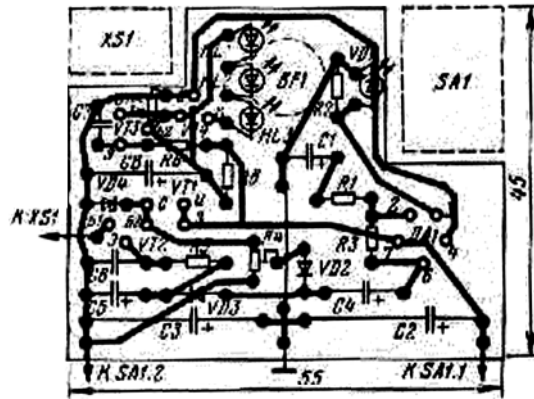

рис. 4
- КТ103Д, VT2, VT3 - КТ117(А-В), VT4 - КТ312А, КТ312В, КТ315(А-Д). Конденсаторы С6, С7 типа КЛС, КМ, остальные - К53-1, К50-24. Резистор R4 типа СПЗ-44, СПЗ-19, остальные - МЛТ-0,125. Выключатель SA1 любой малогабаритный с двумя группами контактов, разъемы XS1 и XS2 - от радиовещательных приемников. Все детали локатора, кроме разъемов, выключателя питания и батарей, размещены на печатной плате (рис.4) из одностороннего фольгированного текстолита толщиной 1 мм.